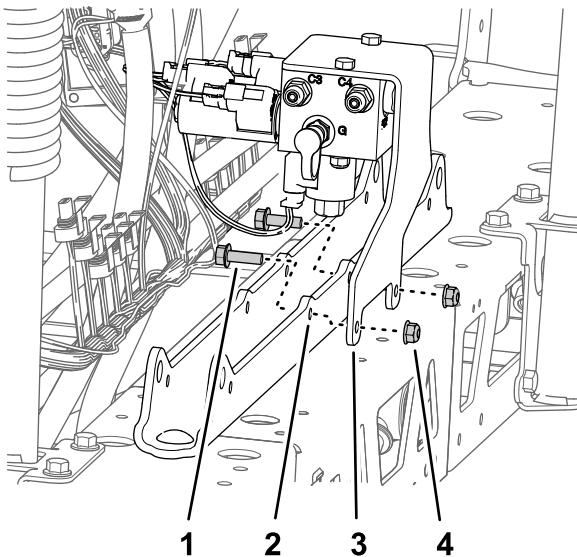

Bild 94
- A. Fluchten Sie die Löcher in der Stützhalterung für den Abschnitthubverteiler mit den Löchern in der Zylinderbefestigung aus (Bild 94).
Sprühabschnitt \(Seite 22\) entfernt haben, an der Zylinderbefestigung (Bild 94).